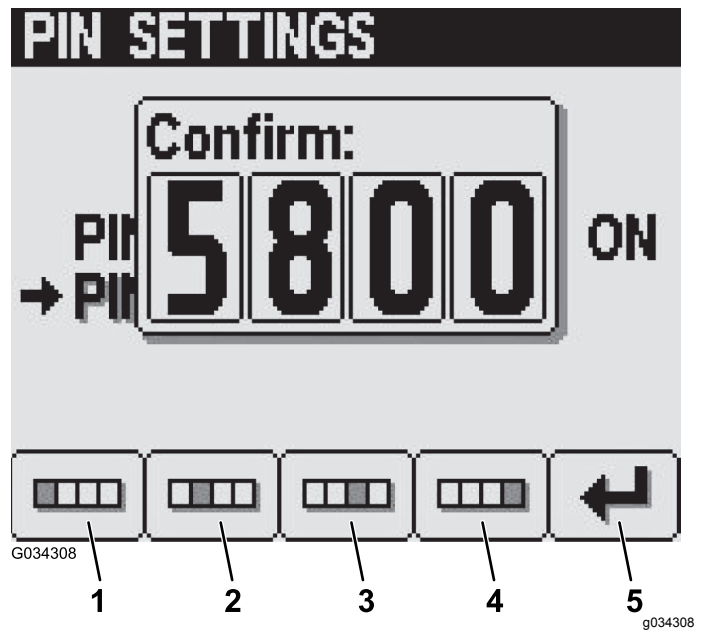

Figure 37
- Dans l'écran Confirmer, confirmez le nouveau code PIN en utilisant les boutons 1 à 4, puis appuyez sur le bouton 5 pour le confirmer (Figure 37).